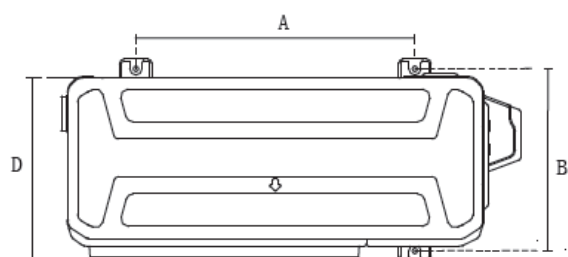

Fig. 6-3
- Distanța minimă dintre unitate exterioară și obstacolele descrise în graficul de instalare nu înseamnă că acestea sunt aplicabile și în situația unei încăperi etanș. Lăsați deschisă de două sau trei direcții. (Consultați Fig. 6-3)